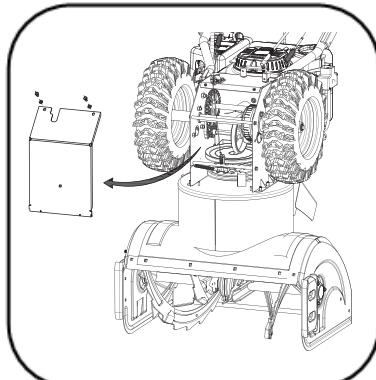

Рисунок 21
- Осторожно повернуть снегоуборщик вверх и вперед так, чтобы он опирался на кожух шнека. Снять крышку рамы с нижней стороны снегоуборщика, отвернув четыре крепящих его самореза (см. Рисунок 21).